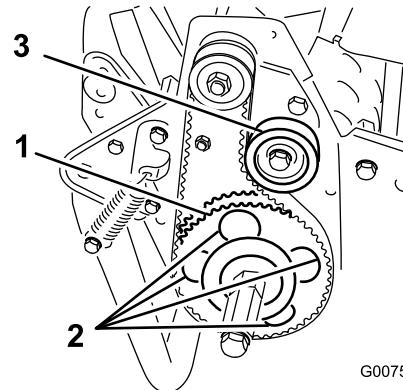

Figura 38
- Rode a polia de transmissão até que os furos fiquem alinhados com os 4 parafusos flangeados dos rolamentos do rolo (Figura 38).
- Ajuste a tensão da correia e aperte o parafuso de montagem da polia intermédia (Figura 38).